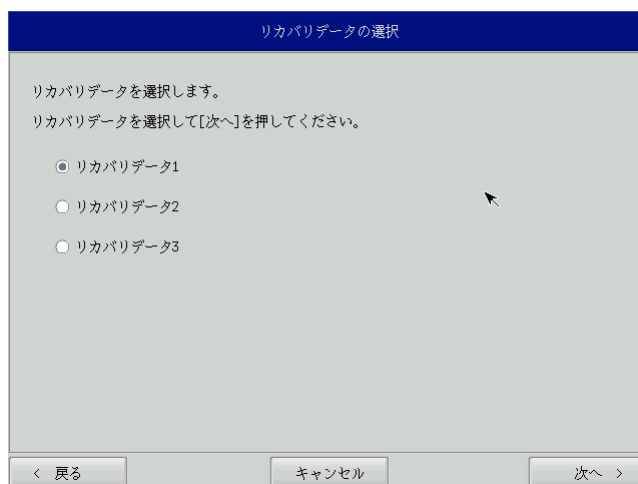

図 6-2-1. リカバリデータ選択画面
- ⑤ リカバリデータ選択画面（図 6-2-1）が表示されます。製品に合わせてリカバリデータを選択し、[次へ]ボタンを押します。表 6-2-1 に FC7 シリーズで選択できるリカバリデータを示します。